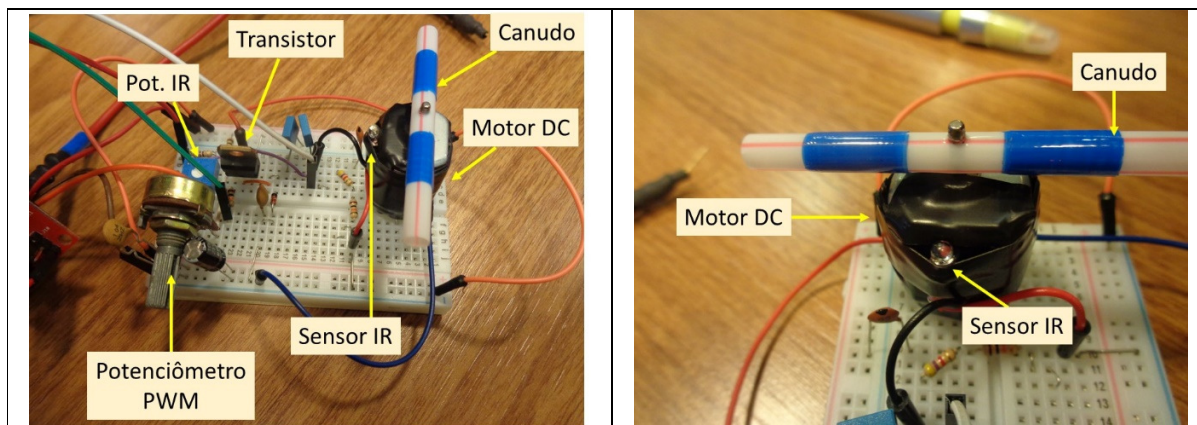

Figura M.15. Detalhes da montagem do experimento, em especial indicamos o motor com o canudo acoplado ao eixo e o sensor de infravermelho.
A Figura M.15 apresenta duas fotos da montagem que foi realizada sobre uma *protoboard*. Como o motor ensaiado era pequeno, ele foi preso na própria *protoboard*. Com fita isolante, prendemos 4 *leads* (terminal de resistor), um em cada lado do corpo do motor e depois os encaixamos nos orifícios da placa. O sensor infravermelho (IR) foi também preso ao corpo do motor, de forma a ficar logo abaixo do plano de rotação do canudo. É interessante isolar um dos terminais do sensor IR.